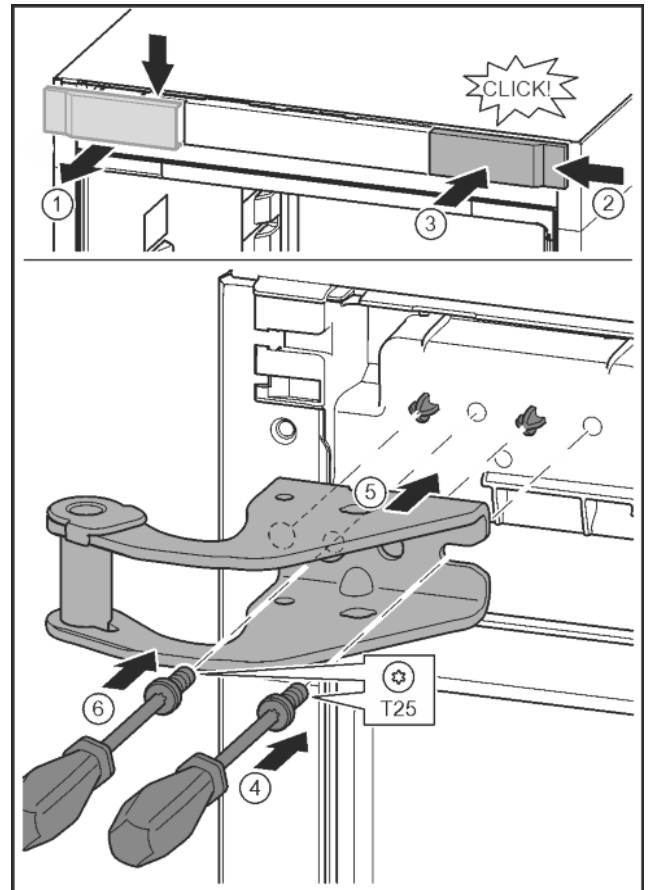

Fig. 11
- ▶ Afdekking met behulp van een schroevendraaier losmaken en zijdelings eraf halen. Fig. 11 (1)
- ▶ Afdekking 180° gedraaid op de andere kant van rechts aanbrengen. Fig. 11 (2)
- ▶ Afdekking vastklikken. Fig. 11 (3)
- ▶ Schroef met schroevendraaier T25 aandraaien. Fig. 11 (4)
- ▶ Bovenste lagerbus plaatsen. Fig. 11 (5)
- ▶ Schroef vastdraaien. Fig. 11 (4)
- ▶ Schroef met schroevendraaier T25 aanbrengen en vastdraaien. Fig. 11 (6)